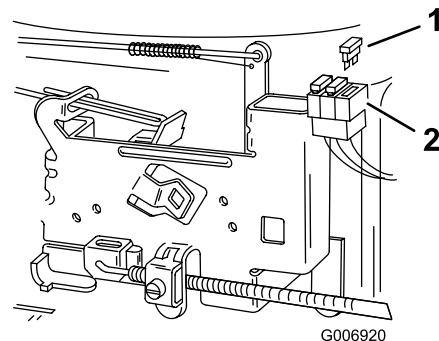

Bild 30
1. Ziehen Sie die Sicherung nach oben (Bild 30), um sie aus der Fassung zu entfernen.